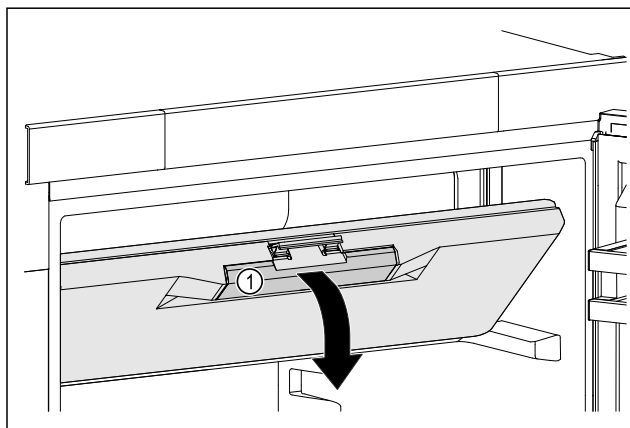

Fig. 23
- ▶ Primite vrata zamrzovalnega predala za vgrajen ročaj Fig. 23 (1).